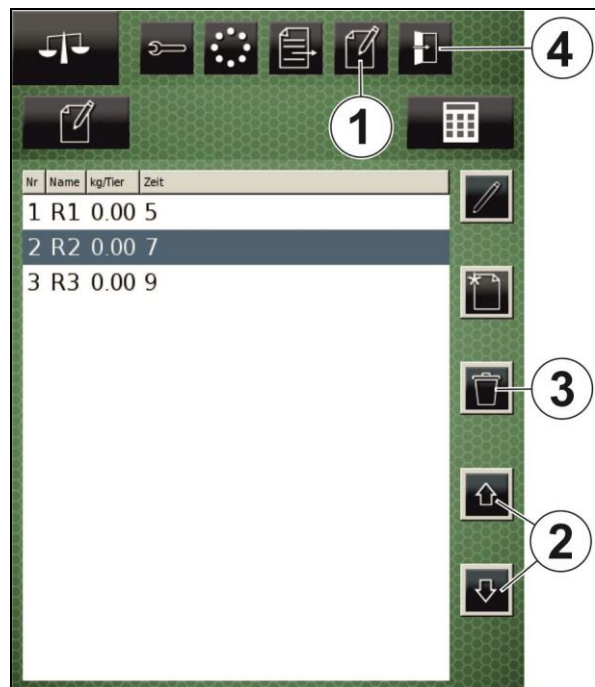

Fig. 199
6. Drücken Sie die Taste „Menü verlassen“ (Fig. 199/4), um das Grundbild des Terminals aufzurufen.